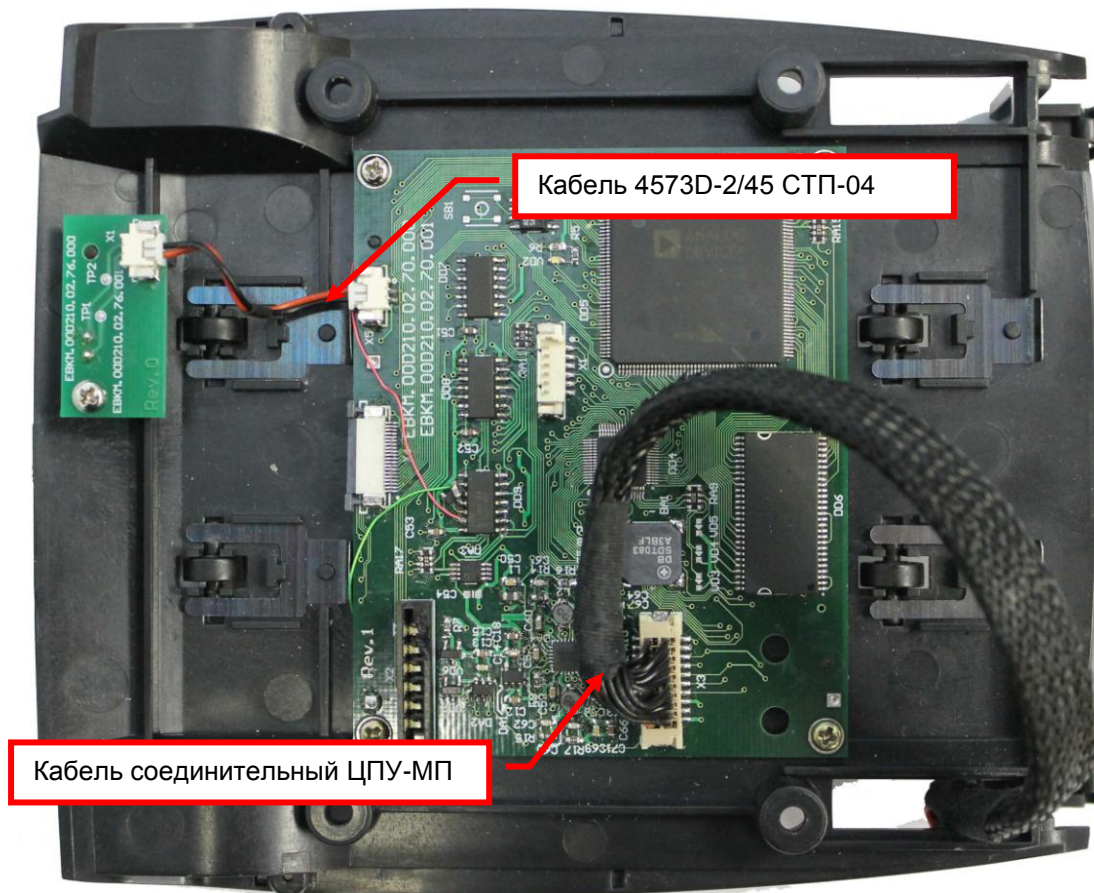

Рис. 8.12
8.4.4 Отсоедините кабель соединительный ЦПУ-МП ЕВКМ.00Д220.06.00.000 от разъема X3 модуля ЦПУ. Отсоедините кабель 4573D-2/45 СТП-04 от разъема X5 модуля ЦПУ (см. рис.8.12).